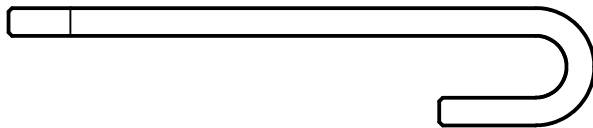

Рис.12 Механическая кочерга
8.1.15.3. Так же в комплекте горелки используется съёмный, механизм автоматической механической чистки горелки – механическая кочерга (Рис. 12). Механическая кочерга предназначена для работы комплекта горелки с интервалом технического обслуживания от 24 до 72 часов.